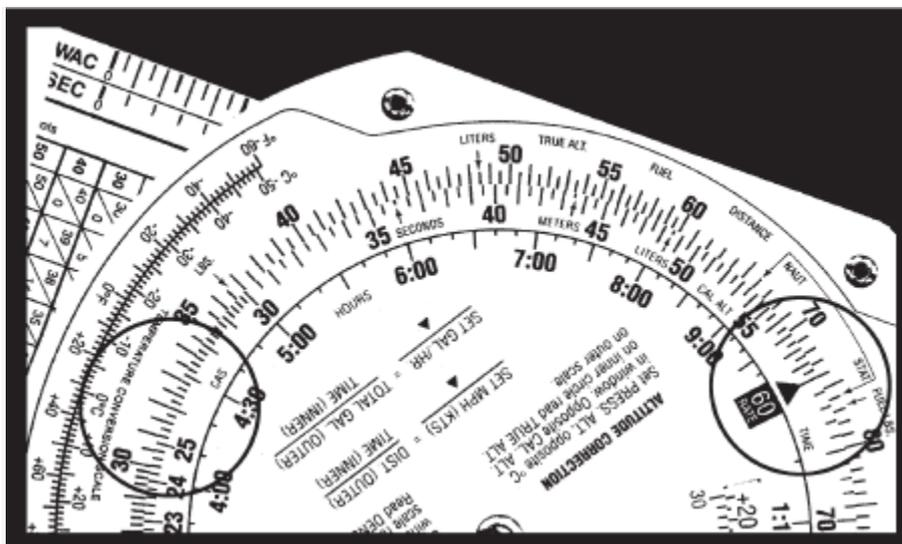

Figure 7
1. réglez 4h20 sur l'échelle intérieure (ou 260 sur l'échelle moyenne) en face de 32 sur l'échelle extérieure. Voir Figure 7.